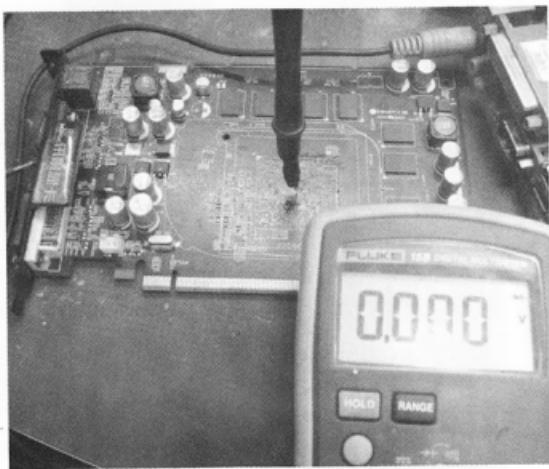

图 5-25 中间接地
(11) 通过以上方法，已经找出这个信号线在 GPU 的位置了。通常情况下，BGA 封装的芯片的中间部分都是地线，如图 5-25 所示。